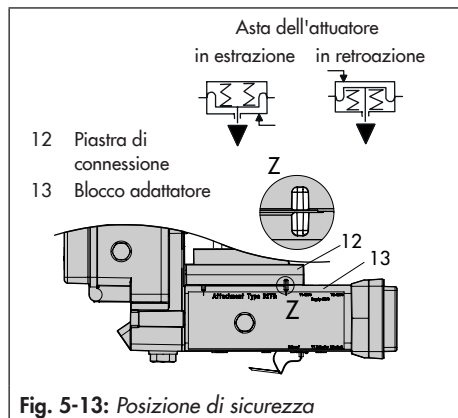

Fig. 5-13: Posizione di sicurezza
*Al posto della piastra cieca (18) è possibile montare anche una valvola a solenoide, la posizione di montaggio della valvola a solenoide viene determinata dall'allineamento della piastra girevole (17). In alternativa è possibile montare anche una piastra di strozzamento, vedere ► AB 11.*
8. Inserire le viti (13.1) attraverso i fori centrali del blocco adattatore (13).
9. Infilare la piastra di connessione (12) e la guarnizione (12.1) sulle viti (13.1) in base alla posizione di sicurezza "Asta dell'attuatore in estrazione" o "Asta dell'attuatore in retrazione". È attiva la posizione di sicurezza, nella quale la
scanalatura del blocco adattatore (13) coincide con quella della piastra di connessione (12) (Fig. 5-13).